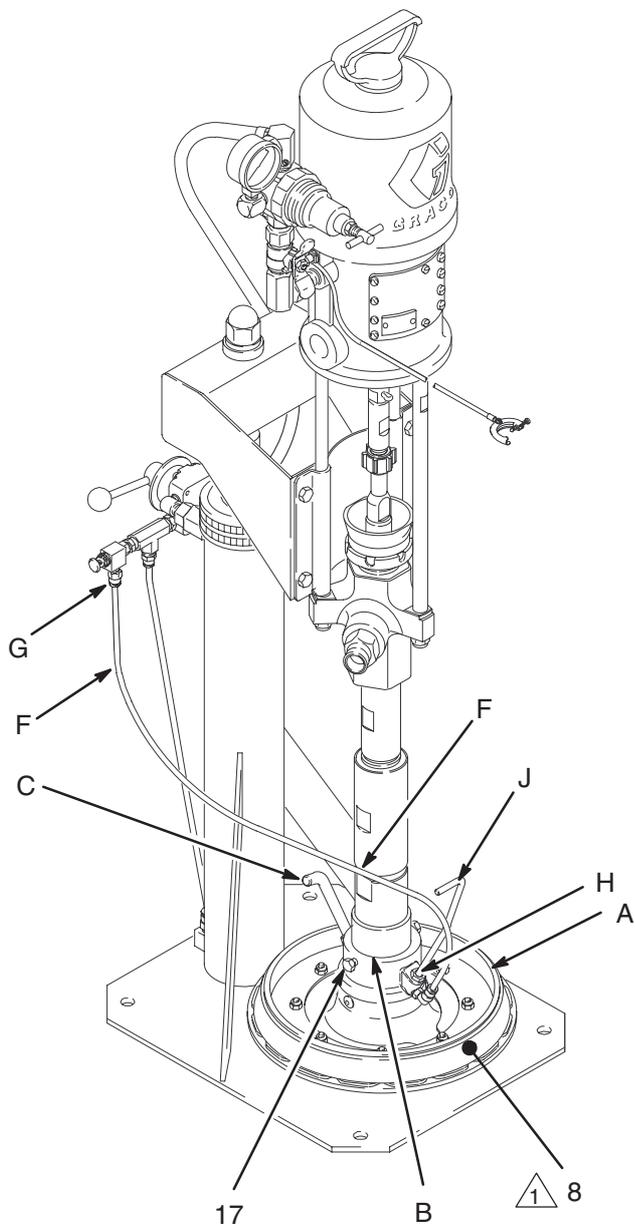

Fig. 9
Los números y las letras de referencia que aparecen en el texto se refieren a las Fig. 9–12 y al diagrama de las piezas de la página 16.
2. Instale el plato seguidor (A) en la admisión de la bomba (B), con la manivela de ventilación (C) del plato seguidor dirigida hacia la parte delantera del “ram”. Sujételo apretando los tornillos de fijación (17). Vea la Fig. 9.